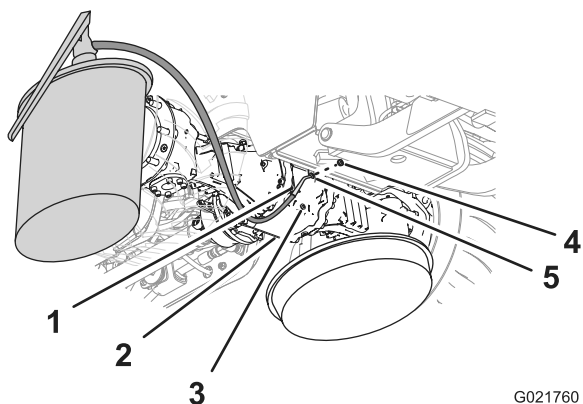
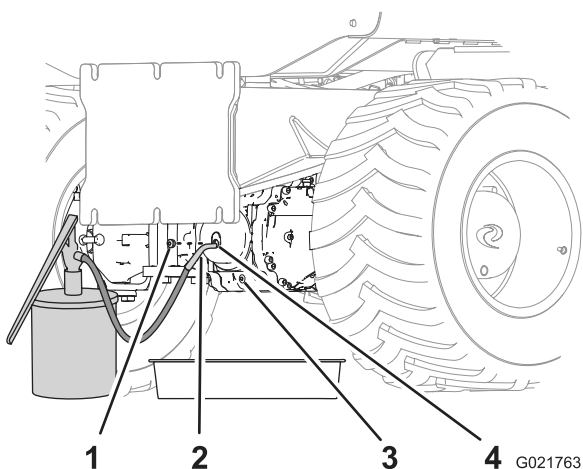

Figura 71
Figura 72
5. Instale uno de los tapones en el orificio de vaciado (Figura 71 y Figura 72).
6. Llene la caja de piñones y el eje con el aceite especificado por el orificio visor hasta que el aceite llegue a las roscas de la parte inferior de la toma (Figura 71 y Figura 72).
8. Instale el otro tapón en el orificio visor de la caja de piñones (Figura 71 y Figura 72)